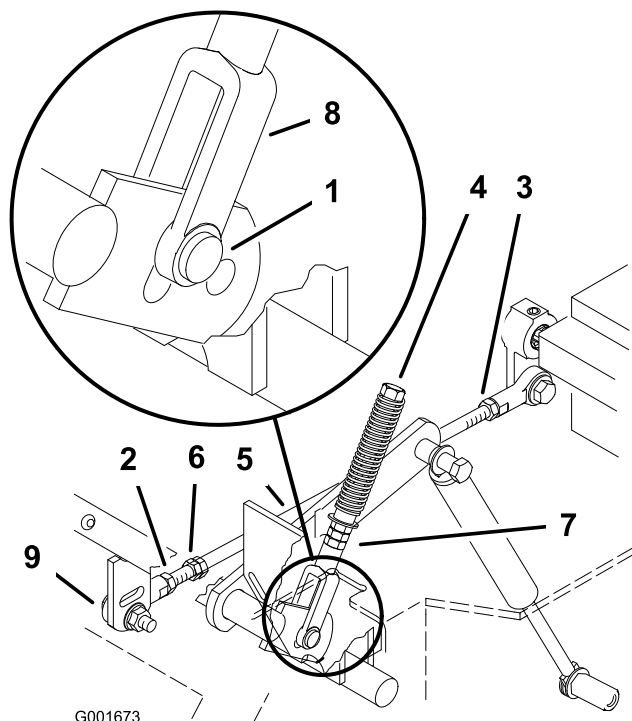

Figure 54
6. Tirez ensuite le levier en arrière jusqu'à ce que l'axe de chape (situé sur le bras au-dessous de l'axe de pivot) touche l'extrémité de la fente (c.-à-d. commence juste à appuyer sur le ressort) (Figure 54).
8. Si un réglage s'impose, desserrez l'écrou et l'écrou de blocage vissés contre la chape (Figure 54).
10. Serrez l'écrou et l'écrou de blocage (Figure 54).